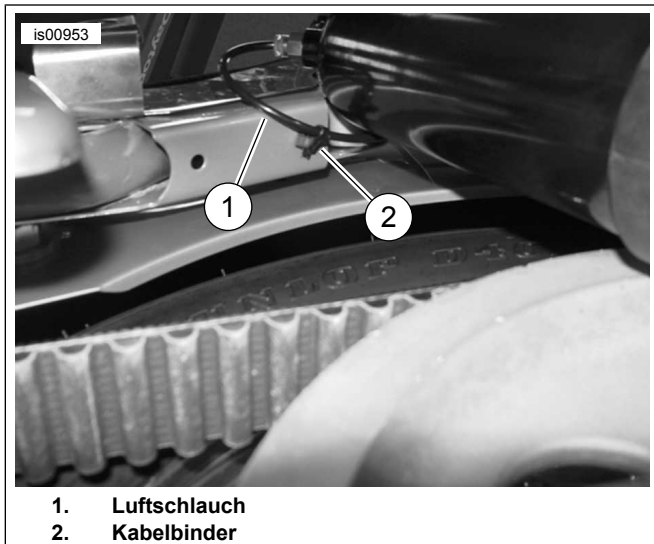

Abbildung 2. Luftschlauch-Verlauf bei Modellen des Jahres 2003
8. Bei Modellen von 1997–2002. Die Luft-Fittings in den beiden untersten Löchern der rechtsseitigen Halterung befestigen. Bei Modelljahren ab 2003, siehe Abbildung 2. Den linksseitigen Stoßdämpfer-Luftschlauch von dem Luftventil abnehmen und unterhalb der oberen Stoßdämpferbefestigung verlegen. Das hintere, freie Loch an der Unterseite der Schutzblechversteifung unmittelbar vor dem linken Stoßdämpfer suchen. Mit einem Kabelbinder (HD-Teilenummer 10073) den Luftschlauch an diesem Loch sichern und darauf achten, dass er nicht eingeknickt oder eingeklemmt wird. Den Luftschlauch wieder am Luftventil anschließen und das Luftventil am vorderen unteren Loch der linksseitigen Halterung anbringen. Gemäß Werkstatthandbuch Luft in die Stoßdämpfer pumpen.